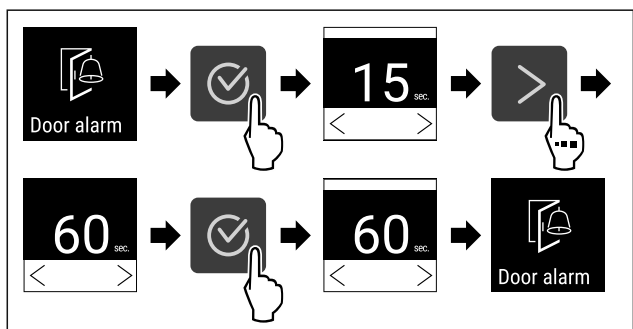

Fig. 140
- ▶ Suivre les étapes (voir Fig. 140) .